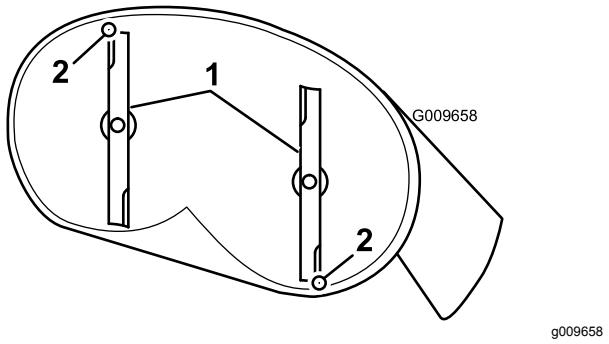

Figura 56
4. Gire cuidadosamente las cuchillas colocándolas en el sentido de avance de la máquina (Figura 56).
5. Mida entre la punta de la cuchilla delantera y la superficie plana y entre la punta de la cuchilla trasera y la superficie plana (Figura 56). Si la punta de la cuchilla delantera no está entre 1.6 y 7.9 mm (1/16 y 5/16 pulg.) más baja que la punta de la cuchilla trasera, ajuste la contratuerca delantera.
más baja que la punta de la cuchilla más atrasada (Figura 56).